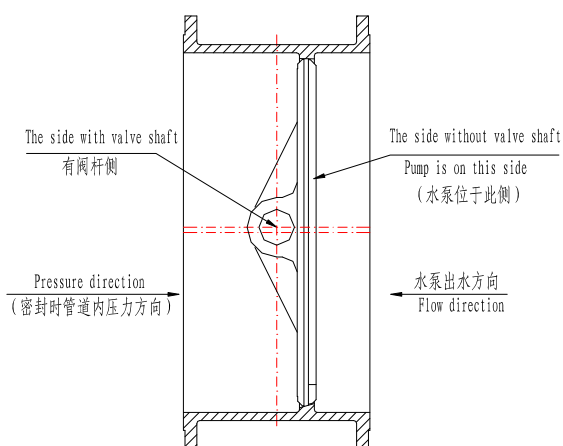
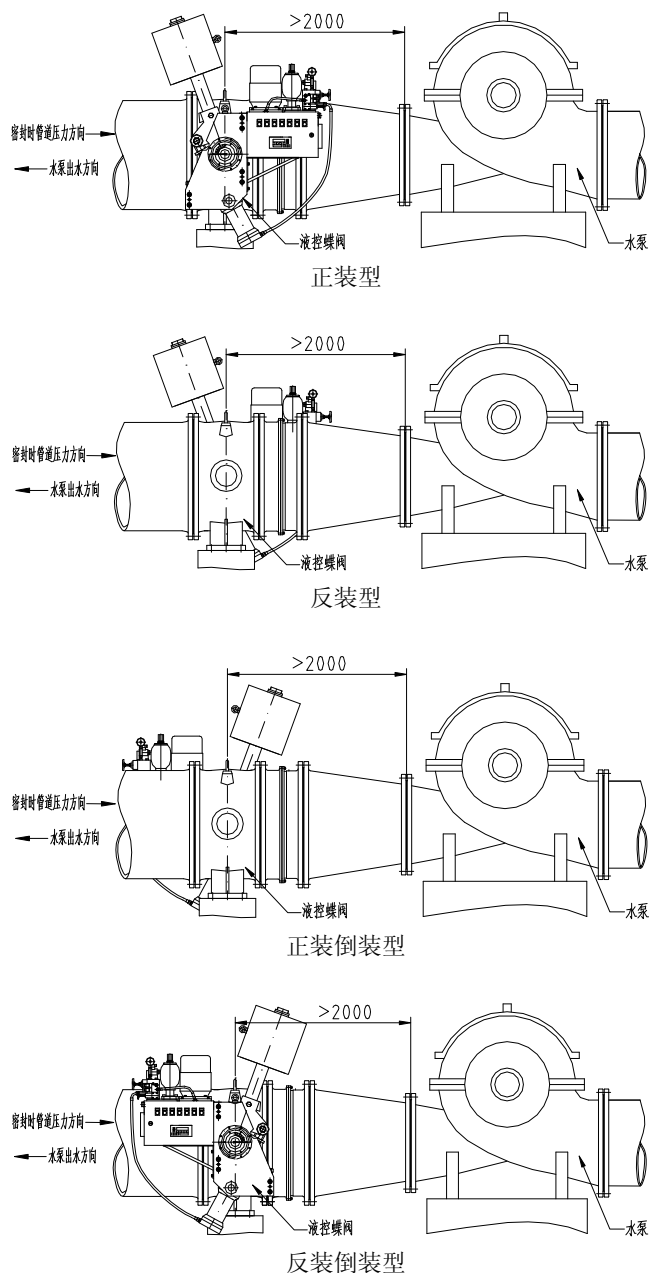

图6 液控蝶阀安装阀杆方位图
图7 液控蝶阀安装方位图
- ◇ 卧式布置时，传动机构一般采用正向安装；受现场空间限制时也可根据用户要求采用反装型（即传动装置位于阀体的另一侧，见图7）。
液压控制原理详见（图5），电气控制原理详见（图6）。
用作水轮机进口阀时，重锤式液控蝶阀有正装型、反装型、正装倒装型、反装倒装型四种安装形式（如图7）。若安装在管道中的其他位置，可以根据阀门全关实现密封时的管道介质压力方向来校核阀门安装方位，即高压一侧应位于阀门的有阀杆侧（如图6）。